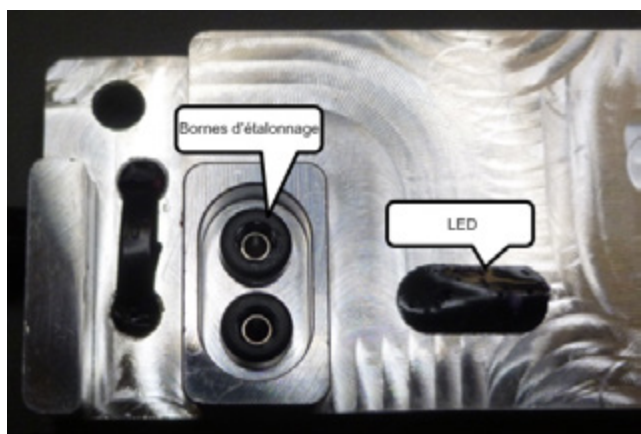

Figure 4
2. Connectez les bornes d'étalonnage sur le simulateur à l'aide d'un fil court (non fourni) pour relier les deux broches d'étalonnage. Retirez le fil après 10 secondes. Figure 4.